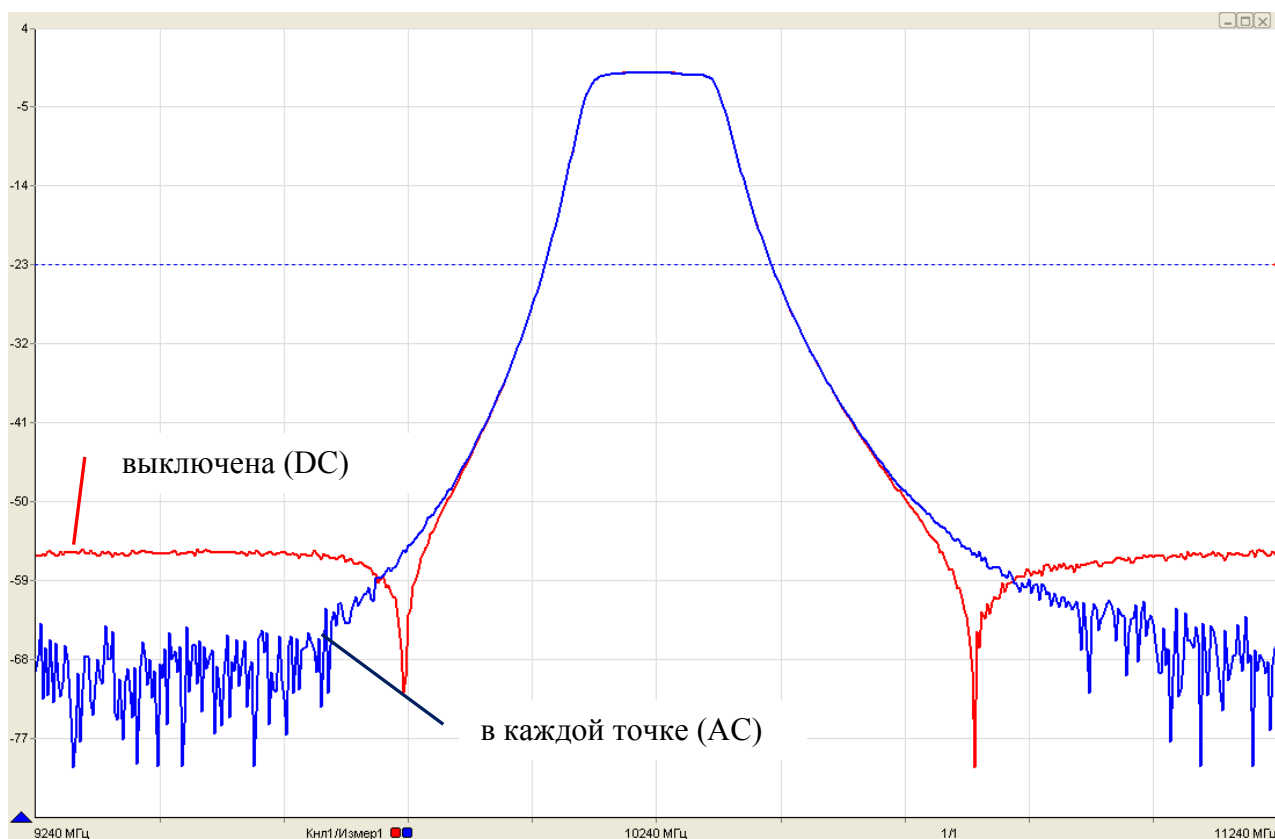

Рисунок 5.28 – Измерения АЧХ фильтра при разных компенсациях
5.10.12.11 При выборе «в каждой точке (AC)» измерение мощности шумов и их компенсация будет производиться в каждой частотной точке. Последний режим компенсации наиболее выгодный с точки зрения ширины динамического диапазона (рисунок 5.28), но при этом скорость сканирования снижается.